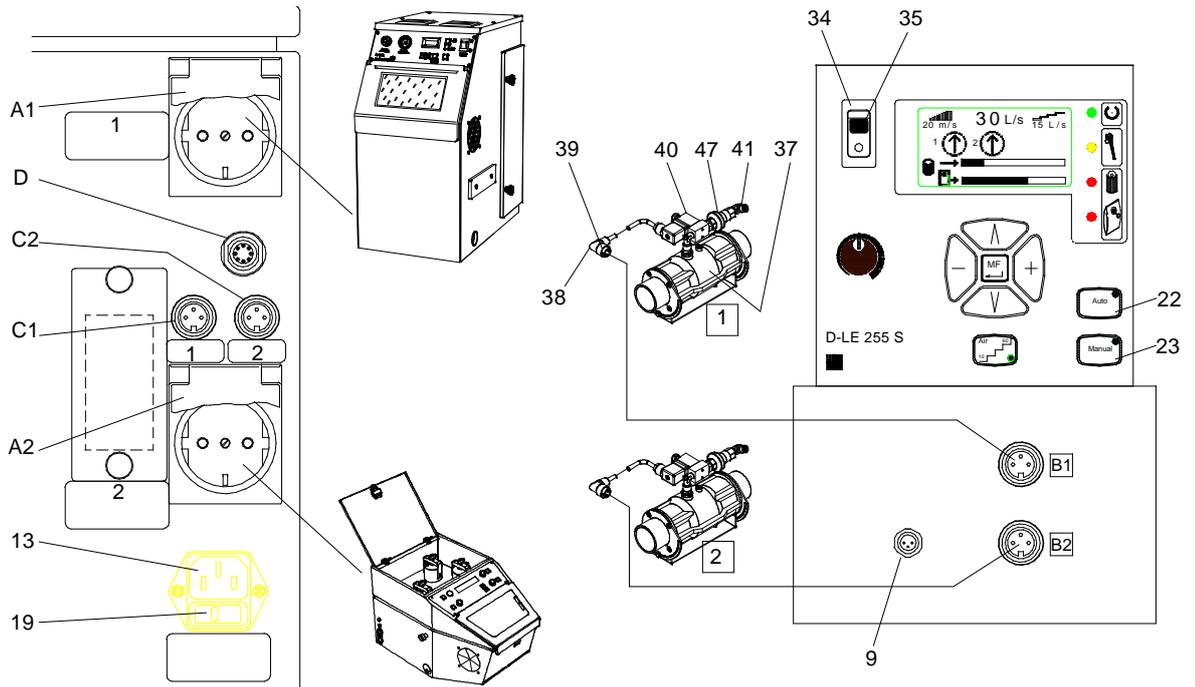

Abb. 5 Geräteanschlüsse und Elektrische-Verbindungen
3. Bei Typen SD/SDB: Automatische Pneumatik-Sperrventile an Druckluft anschließen (Druckluftanschluss (41) siehe Abb. 5 Seite 8).
1. Netzanschlusskabel der stauberzeugenden Geräte mit den **Steckdosen A1 und A2** verbinden, siehe Abb. 5, Seite 8.
2. Anschlusskabel der automatischen Sperrventile mit den **Steckdosen B1 und B2** verbinden. Durch die Rechtsdrehung der Außenhülse (39) des Steckers (38) wird der Stecker mit der **Steckdose B1 bzw. B2** verriegelt (Bajonettverschluss).
(siehe Abb. 5 u. 6, Seite 8 u. 9)